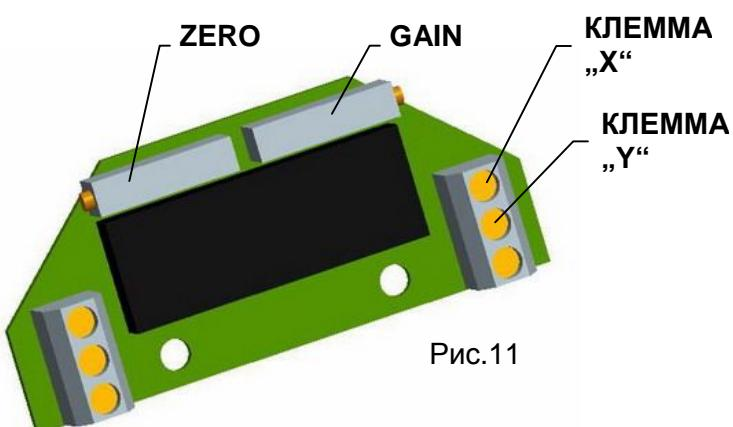

Рис.11
4.6.2 EPV - 3-проводниковое включение (рис.11)
- Установите омический датчик на основании инструкций в предыдущей главе так, что величину сопротивления измеряйте на клеммах X-Y (рис.11). (употреблен датчик с сопротивлением 2000W или 100W)
- Поворачиванием устанавливающего триммера ZERO (рис.11) установите величину выходного сигнала тока, измеряемого на клеммах 81-82, на величину 0 мА или 4 мА.
- Поворачиванием устанавливающего триммера GAIN (рис.11) установите величину выходного сигнала тока, измеряемого на клеммах 81-82, на величину 20 мА или 5 мА.